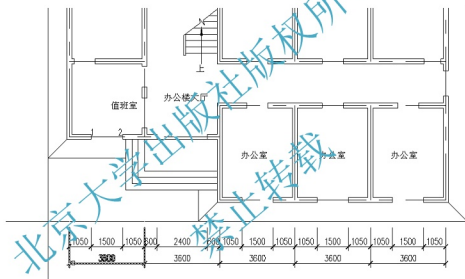

图 3.48 选择基准标注
(1) 选择菜单栏中的【标注】|【基线】命令，启动【基线】标注命令，光标自动连接到刚刚所标注的尺寸线上，同样 AutoCAD 自动连接的标注不是所需要的标注，所以在指定第二条尺寸界线原点或 [放弃(U)/选择(S)] <选择>: 提示下，按 Enter 键执行尖括号内的选择命令。
(2) 在选择基准标注: 提示下，选择如图 3.48 所示的 3600 尺寸线的左侧。